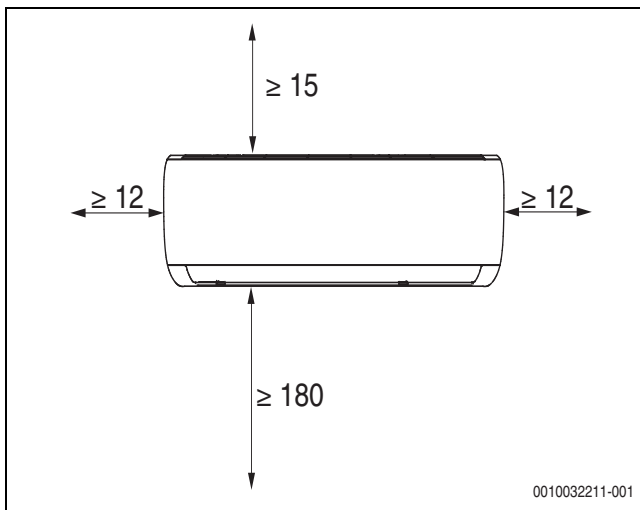

Bild 2 Mindestabstände Inneneinheit (Maße in cm)
- Die Mindestabstände zu Wänden und anderen Hindernissen sind zu berücksichtigen (→ Bild 2).